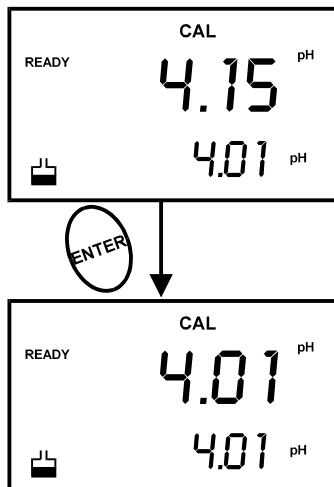

図 9 - 次の校正ポイント
8. 追加の校正ポイントによる校正を、手順 5 および 6 を繰り返して行なって下さい。図 9 を参照ください。